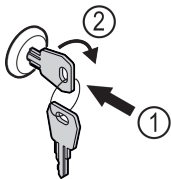

Fig. 86 Зображення для прикладу
- ▶ Вдавити ключ Fig. 86 (1).
- ▶ Повернути ключ на 90° за годинниковою стрілкою Fig. 86 (2).